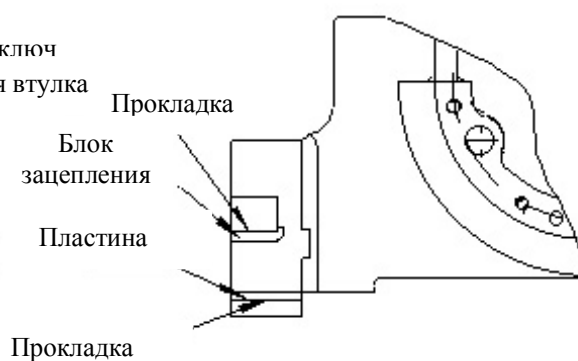

Рис. 5
- 3.5.2. Если наблюдается очевидное отклонение верха или низа плиты, отпустите болт пластины, находящейся в нижней части основания подвижной плиты (см. рис. 5). При увеличении толщины распорной прокладки под пластиной, давление в верхней части рабочей плиты будет уменьшаться.